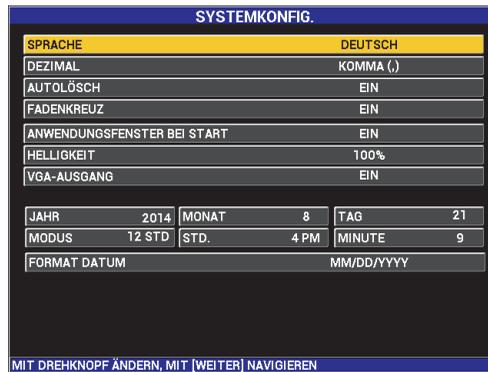

Abbildung 4-1 Fenster SYSTEMKONFIG.
1. Drücken Sie zweimal auf die Menütaste ADV SETUP () und dann die Funktionstaste B, um das Fenster **SYSTEMKONFIG.** anzuzeigen (siehe Abbildung 4-1 auf Seite 74).
1. Drücken Sie zweimal auf die Menütaste ADV SETUP () und dann auf die Funktionstaste B, um das Fenster **SYSTEMKONFIG.** anzuzeigen (siehe Abbildung 4-1 auf Seite 74).
3. Im Fenster **SYSTEMKONFIG.** (siehe Abbildung 4-1 auf Seite 74) drücken Sie auf die Taste FULL NEXT () , um den gewünschten Parameter hervorzuheben und wählen Sie dann den Wert mit dem Drehknopf aus: